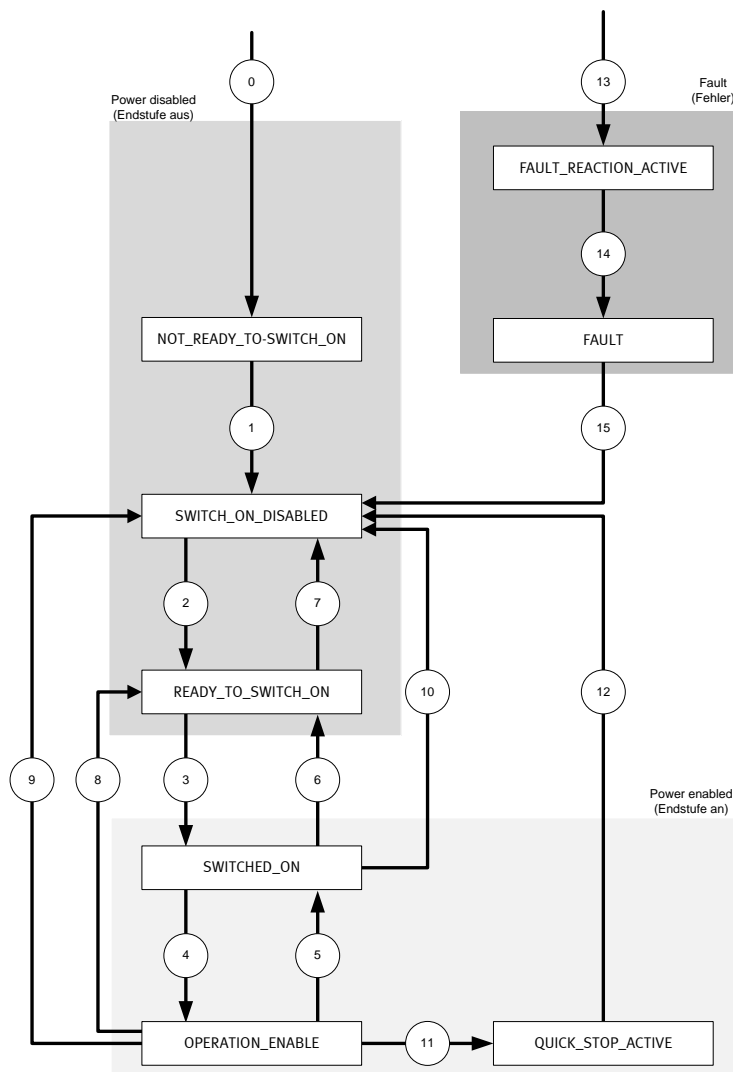

Bild 7.1 Zustandsdiagramm des Motorcontrollers
- Laut Zustandsdiagramm (Bild 7.1) sind die Übergänge 2, 3 und 4 auszuführen.